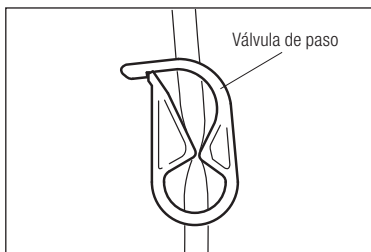

Fig.8
- 1) Cierre la válvula de paso del tubo, entre la aguja del tubo de irrigación y la bomba de irrigación, tal y como se muestra en la Fig.8.